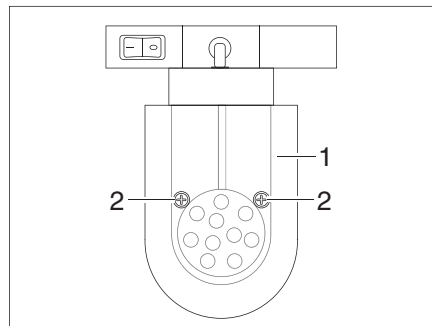

Fig. 313 Foco de LED (desplazable)
- Aflojar los tornillos de fijación (Fig. 313,2).
- Retirar el cristal de lámpara (Fig. 313,1) con cuidado.